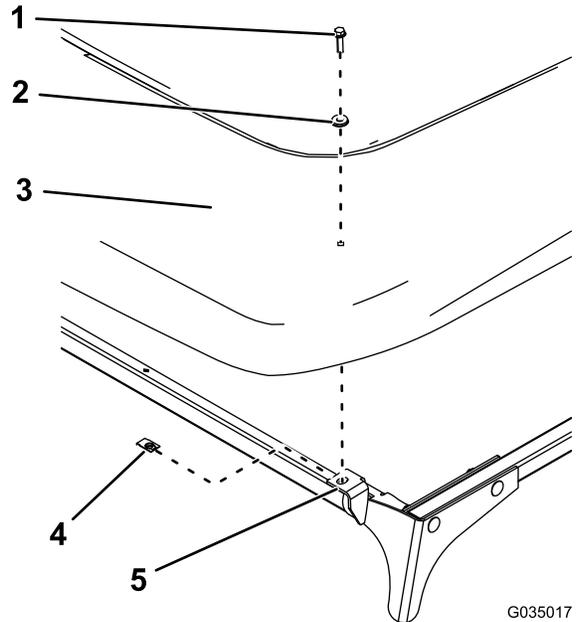

図 64
1. サンシェードを前プレートに取り付けるクリップ2個、シーリングワッシャー2枚、六角フランジボルト $\frac{1}{4}$ x 1 インチ2本を使用して 図 64 のように取り付ける。